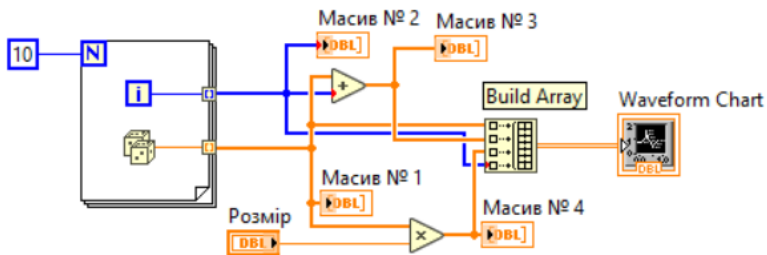

Рис. 22
20. Перейдіть у вікно блок-діаграми і побудуйте структурну схему відповідно до рис. 22.